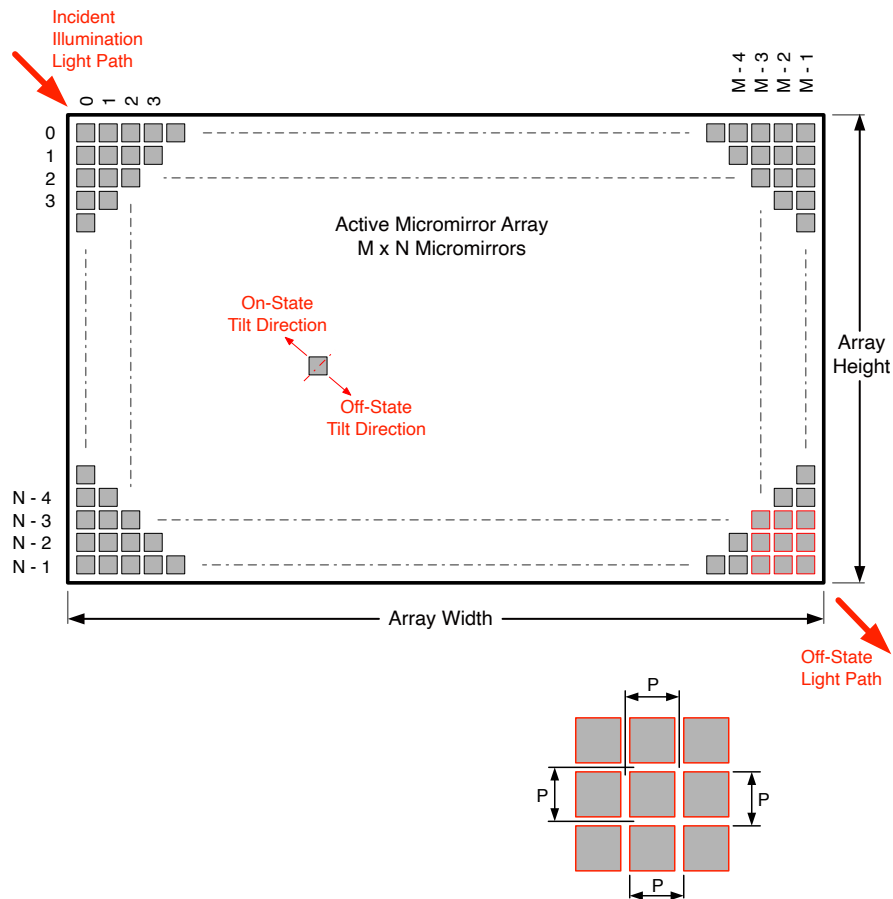

図 5-16. マイクロミラー アレイの物理特性
- (1) 図 5-16 を参照してください。
- (2) DMD マイクロミラーの高速なスイッチング速度と、高度な DLP 画像処理アルゴリズムとの組み合わせにより、各マイクロミラーは各フレーム中に画面上に 4 つの個別のピクセルを表示でき、その結果、3840×2160 ピクセルの画像全体を表示できます。
- (3) アクティブ アレイの周囲にある境界の構造と品質には、マイクロミラーの池 (POM) と呼ばれる、部分的に機能するマイクロミラーのバンドが含まれています。これらのマイクロミラーは構造的および / または電氣的に、明るい状態またはオン状態へ傾けることを防止しますが、オフ状態へ傾けるには電氣的バイアスが必要です。